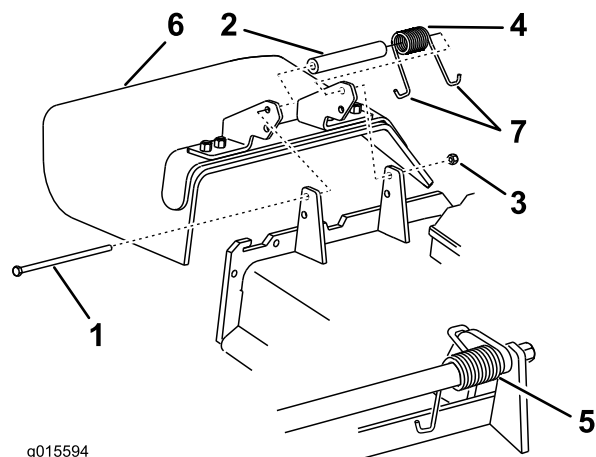

Figura 81
1. Retire la contratuerca, el perno, el muelle y el espaciador que sujetan el deflector a los soportes de pivote (Figura 81). Retire el deflector de hierba dañado o desgastado.
Nota: Asegúrese de colocar un extremo en **J** del muelle detrás del reborde de la carcasa antes de instalar el perno, según se muestra en Figura 81.
3. Instale el perno y la tuerca. Coloque un extremo en **J** del muelle alrededor del deflector de hierba (Figura 81).